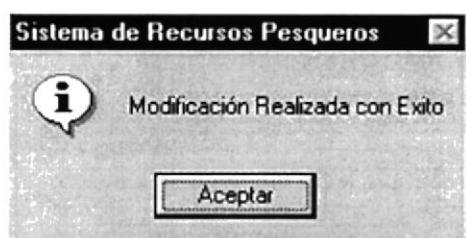

Figura 9.101 Mensaje de Modificación
4. Si se ha realizado una modificación se mostrará la siguiente pantalla (ver figura 9.101).